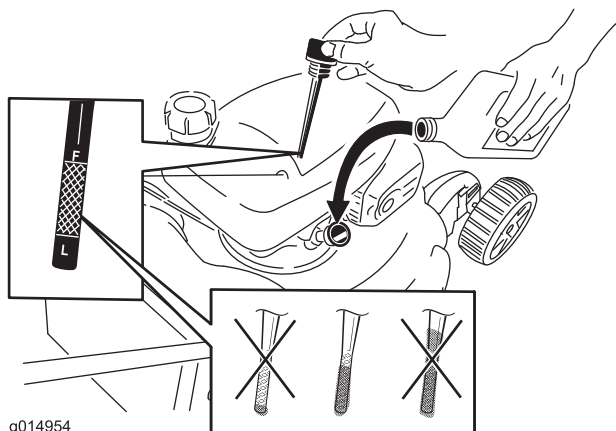

Figure 16
2. Retirez la jauge (Figure 16).
5. Sortez de nouveau la jauge et contrôlez le niveau d'huile ; voir Figure 16.
- Si le niveau d'huile est trop bas, ajoutez lentement une petite quantité d'huile dans le tube de remplissage, puis répétez les opérations 3 à 5 jusqu'à ce que le niveau d'huile soit correct, comme montré à la Figure 16.